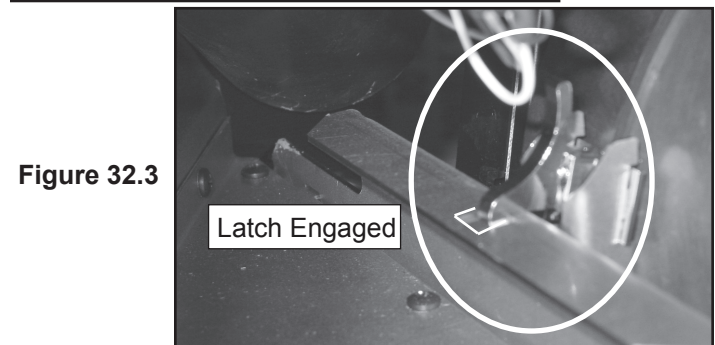

Figure 32.3
10. Une fois le ventilateur correctement positionné, l'attache s'engage dans l'encoche pour le maintenir en place. **Figure 32.3.**